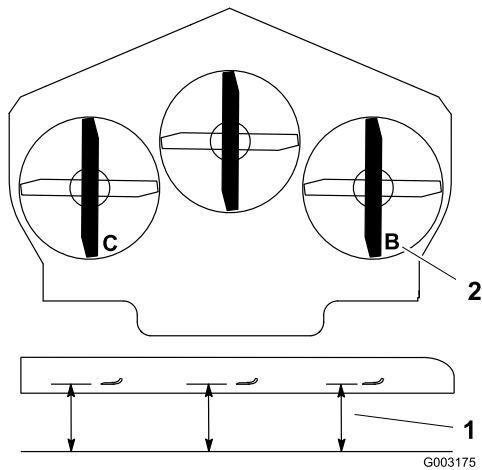

Figura 67
1. Coloque la cuchilla derecha en posición longitudinal (Figura 67).
2. Mida la cuchilla derecha en la posición **B** desde una superficie nivelada hasta el filo de corte del extremo de la cuchilla (Figura 67).
4. Coloque la cuchilla izquierda en posición longitudinal (Figura 67).
5. Mida la cuchilla izquierda en la posición **C** (Figura 67) desde una superficie nivelada hasta el filo de corte del extremo de la cuchilla.